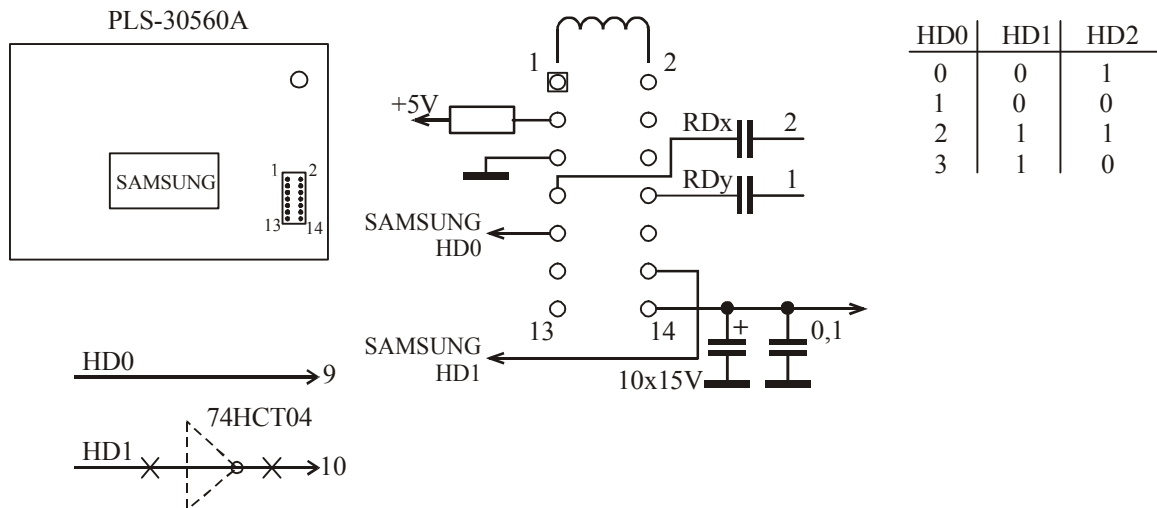

Рис.7.2. Схема включения инвертора для выбора магнитных поверхностей.
Возможна ситуация, когда при инициализации накопитель в готовность не выходит, а светодиод выбора накопителя постоянно горит, причем установка перемычки «Dxx» не помогает. Это связано с разрушенным форматом технологических таблиц или обрывом одной из магнитных головок. Для вывода накопителя из такого «подвисшего» состояния необходимо проинициализировать его по другим магнитным поверхностям. Для этого необходимо проинвертировать линию HD1 выбора магнитных поверхностей (см. рис.7.2.). Алгоритм действий следующий:
- включить инвертор в схему, как показано на рис.7.2;